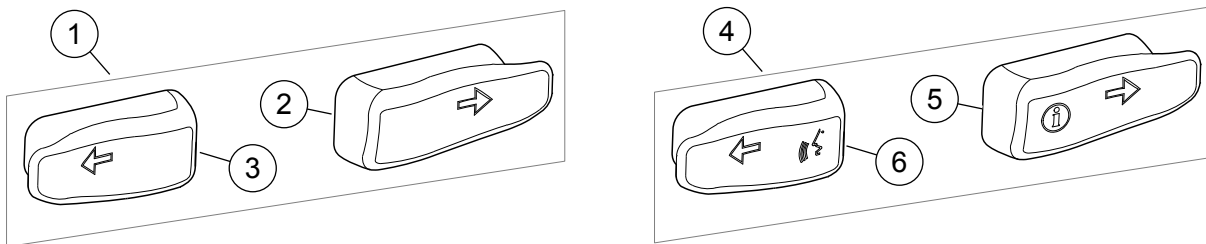

Figure 3. Kits de capuchon de rallonge de commutateur de feu de direction
Voir Figure 3 et Tableau 1.
2. Voir Figure 3. Sélectionner le capuchon de rallonge de commutateur de feu de direction correct du kit.